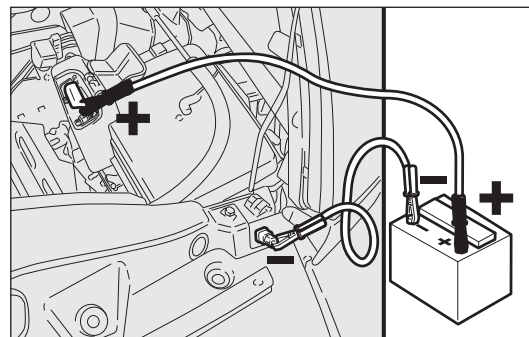

fig. 164
- collegare con un secondo cavo il morsetto negativo (-) della batteria ausiliaria con il punto di massa come illustrato in fig. 164;